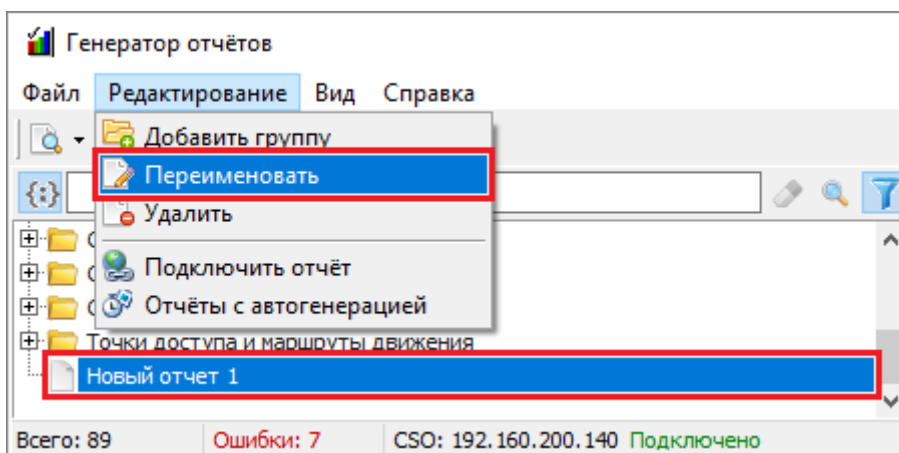

Рисунок 10-290 Переименование отчета или группы отчетов через меню "Редактирование"
- выберите в меню «Редактирование» (см. п. 10.5.1.2) пункт « Переименовать» (см. Рисунок 10-290);